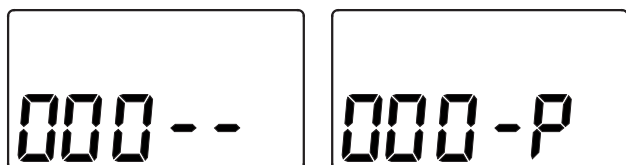
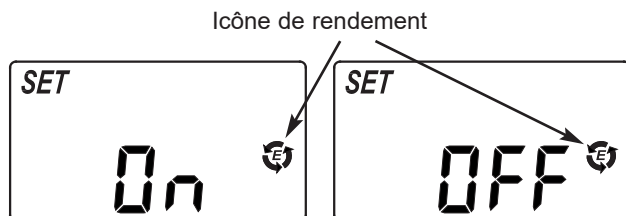

FIG. 37
FIG. 38
1. Appuyez sur le bouton CHOISIR et maintenez-le enfoncé jusqu'à ce que l'écran de la figure 37 s'affiche. Une fois l'écran affiché, appuyez une fois sur le bouton CHOISIR et l'un des deux écrans de la figure 38 s'affichera.